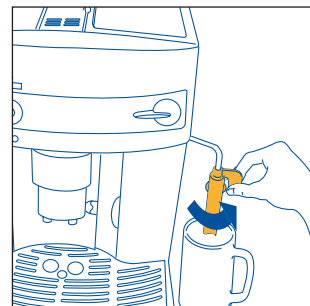
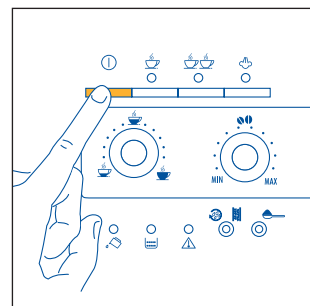

Fig.3
Fig.4
2. Drei cappuccinomaskinen utover og plasser en kopp under den (fig. 3) og slå på maskinen ved å trykke på tasten ① (fig. 4).
- Vri cappuccinomaskinen mot ytersiden av maskinen (fig. 3).
- Plasser en beholder under cappuccinomaskinen (fig. 3).
- Vri cappuccinomaskinen utover (fig. 3).